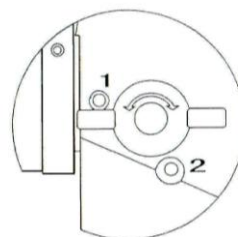

рисунок 3
Перевести рычаг распыления (5) в горизонтальное положение, как указано на рис.3.